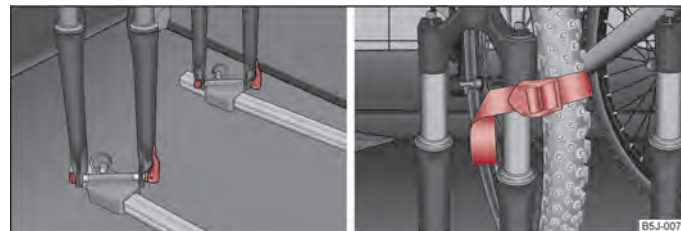

Fig. 58 Introducerea bicicletei/Fixarea roții din față
- Așezați furca bicicletei pe axul de fixare și strângeți cu întinzătorul rapid ⇒ fig. 58 - stânga.
- Împingeți roata din față demontată între pedala din stânga și cadrul bicicletei; fixați-o cu o cureauă de furcă din față ⇒ fig. 58 - dreapta, respectiv într-un punct de fixare.